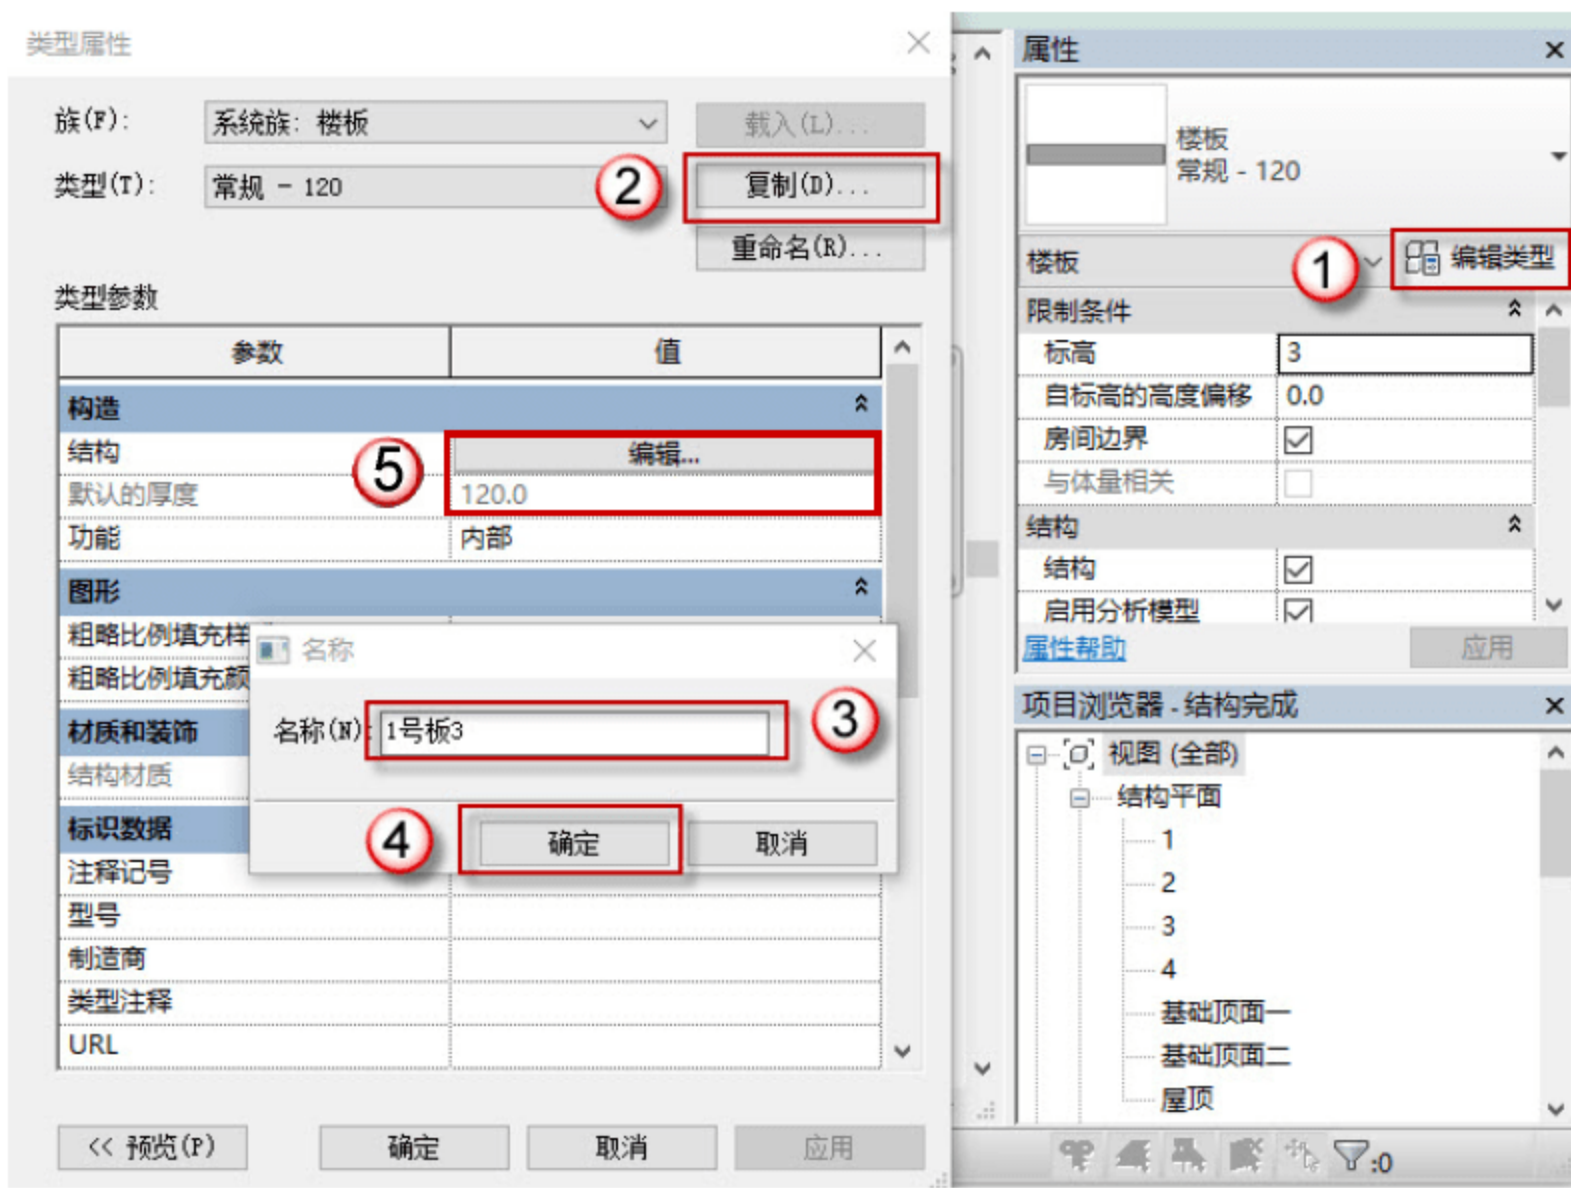

图 4.4.22 修改 1 号板
(2) 修改 1 号板，选中 1 号板，单击“编辑类型”按钮，在弹出的对话框中，单击“复制”按钮，在弹出的对话框中命名为“1 号板 3”，单击“确定”按钮。单击“编辑”按钮，修改板厚为 120，如图 4.4.22 所示。